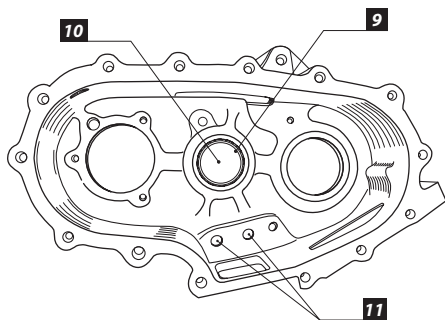

Рис. 4
10. Выбейте заглушки штоков [11], которые стоят со стороны КПП (Рис. 4).